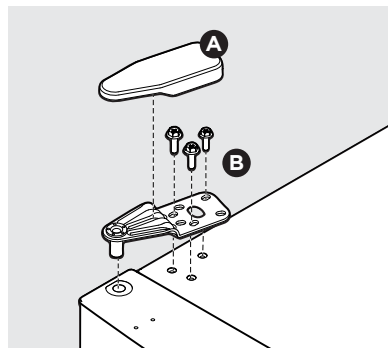

Figura 11
27. Vuelva a fijar la bisagra superior (B) del lado izquierdo del gabinete, usando una llave de 5/16". Vuelva a colocar la cubierta de la bisagra superior (A) (vea la figura 11).